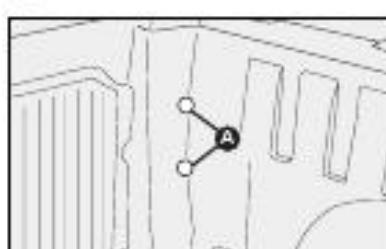

fig. 44
1) remover as tampas de borracha **A**-fig. 44, para ter acesso aos parafusos de fixação da lanterna;